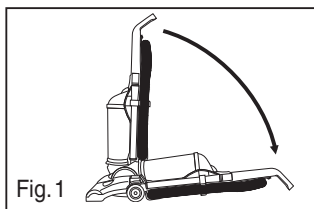

Fig. 1
- Montez sur le dégagement de poignée pour abaisser la poignée à plat sur le sol (Fig. 1)